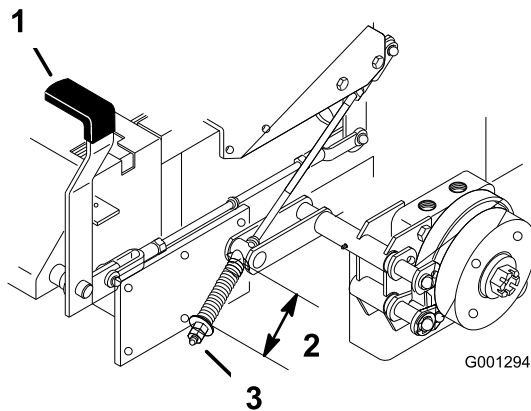

Figure 69
2. Mesurez la longueur du ressort. Les rondelles doivent être espacées de 64 mm (Figure 69).
3. Si un réglage est requis, desserrez le frein de stationnement, desserrez l'écrou de blocage situé sous le ressort et réglez l'écrou directement au-dessous du ressort (Figure 69). Modifiez le serrage de l'écrou jusqu'à ce que le ressort ait la longueur voulue. Tournez l'écrou dans le sens horaire pour raccourcir le ressort et dans le sens anti-horaire pour l'allonger.